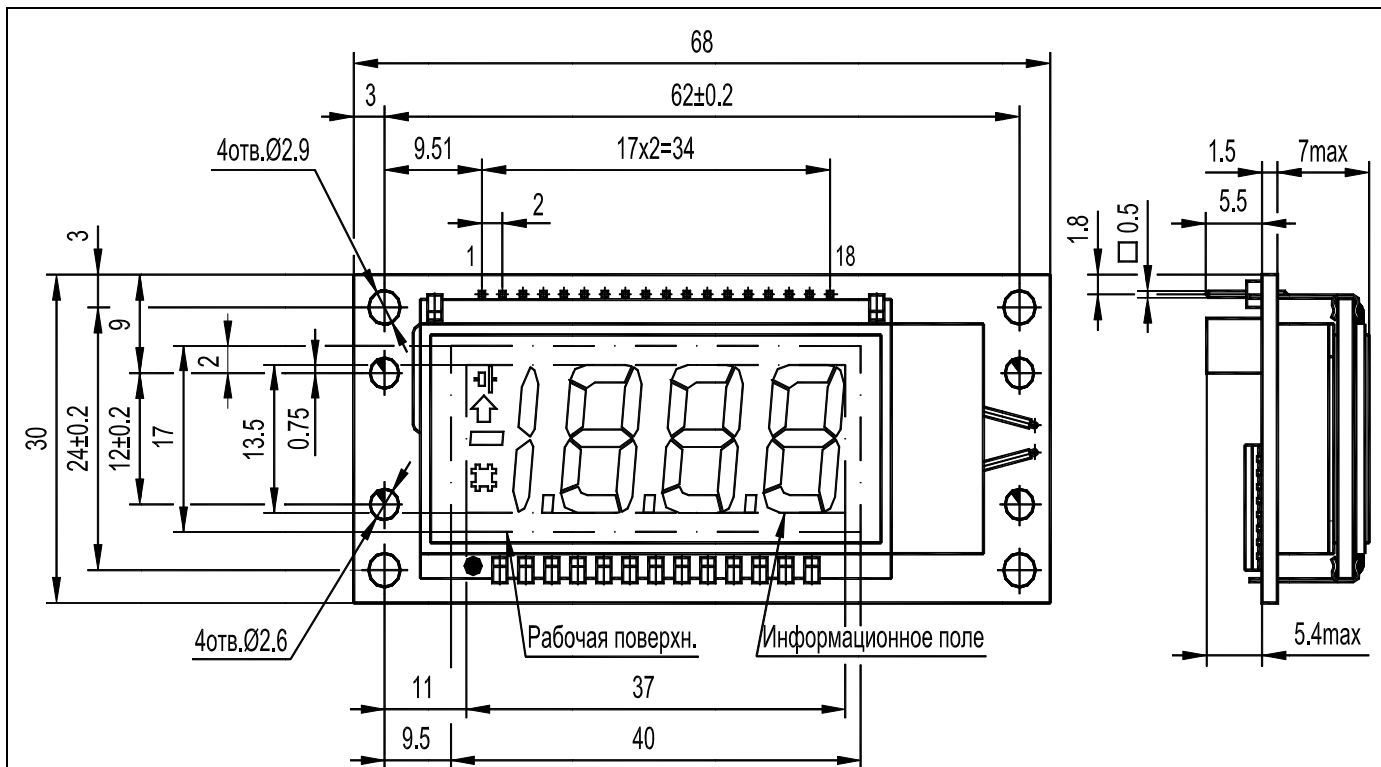

Рис.1 - ИВУ V180Tx3xx[5,7]-Dx
Внешний вид, габаритные и установочные размеры индикатора напряжения приведены на рис.1, 2.
7.1 Крепление индикатора напряжения должно осуществляться с помощью отверстий в углах платы (рис.1, 2).